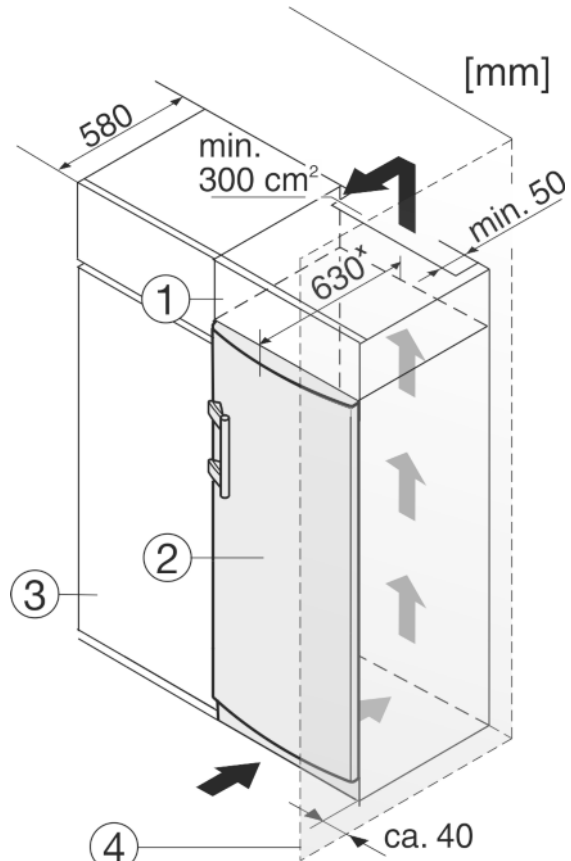

Fig. 10
- (1) Opbouwkast
(2) Apparaat
(3) Keukenkast
(4) Wand
Het apparaat kan in keukenkasten worden ingebouwd. Om het apparaat *Fig. 10 (2)* aan de hoogte van het keukenblok aan te passen, kan boven het apparaat een opzetkast *Fig. 10 (1)* worden aangebracht.
Bij een ombouw met keukenkasten (diepte max. 580 mm) kan het apparaat direct naast de keukenkast *Fig. 10 (3)* worden geplaatst. Het apparaat steekt aan de zijkant 34 mm* en in het midden 50 mm* uit ten opzichte van het keukenkastfront.
Plaatst u het apparaat met de scharnierkant naast een muur *Fig. 10 (4)*, dan moet de afstand tussen apparaat en muur minstens 40 mm bedragen. Dit in verband met het uitsteken van de deurgreep bij een geopende deur.